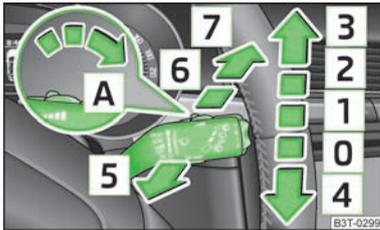

Fig. 49
- Se è attiva la tergiture lenta [2] » fig. 49 o veloce [3] e la velocità di marcia scende sotto i 4 km/h, viene attivato automaticamente lo stadio di tergiture inferiore. Con velocità superiori ai 8 km/h viene ripristinata la tergiture precedente.
- Per tergere solo brevemente il parabrezza spingere la leva nella posizione molleggiata [4].» fig. 49 Se la leva viene mantenuta nella posizione inferiore per più di 1 secondo, il tergicristallo terge più rapidamente.
Con velocità superiore ai 5 km/h e con leva del tergicristallo in posizione **2** o in posizione » fig. 49 **3** il tergilunotto esegue un'operazione di tergiture rispettivamente ogni 30 o 10 secondi.
- > Premere cinque volte consecutive entro 5 secondi la leva di comando in posizione **6** » fig. 49.
La pulizia dei fari viene effettuata dopo la prima e ogni quinta spruzzatura del parabrezza, se i fari anabbaglianti o abbaglianti sono accesi e se la leva tergicristallo viene mantenuta per circa 1 secondo nella posizione **5** » fig. 49.
- Entro i successivi 10 secondi premere la leva tergicristallo in posizione:  » fig. 49 i bracci si portano in posizione Service.